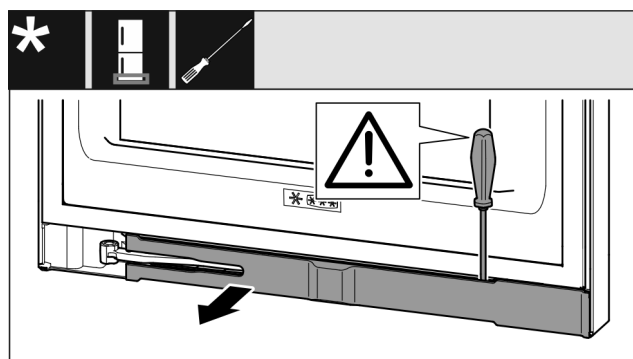

Fig. 15
► 使用带槽螺丝刀松开隔板并把它转到一边。(参见 Fig. 15)